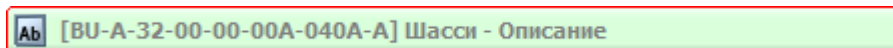

Рис. 5.1
4. Дайте модулю данных название «Шасси - Описание», введите код (Рис. 5.1).